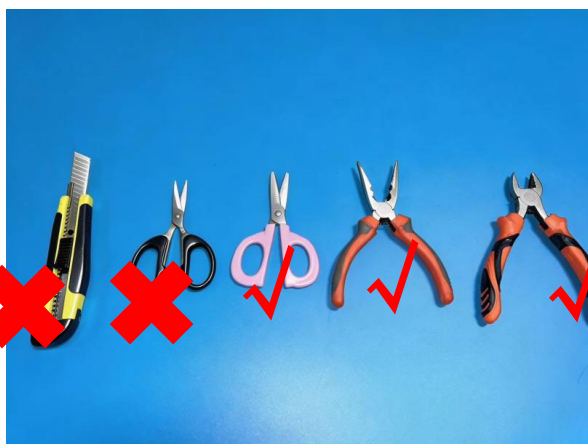

图 5
4. 不符合规定的其他任何工具（助力大力剪、美工刀、尖头剪刀等）；如图 5 所示。